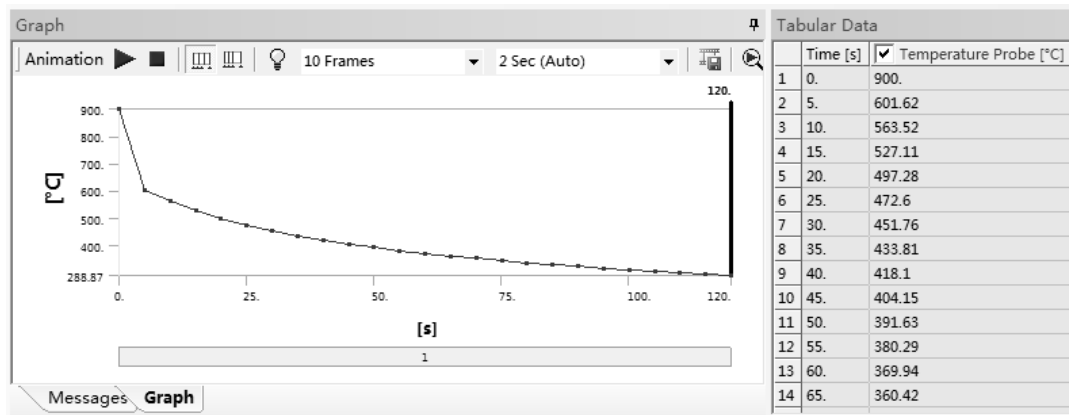

图 11-94 节点温度变化曲线
3) 在分析树中选择【Temperature Probe】节点，单击鼠标右键，在弹出的快捷菜单中选择【Evaluate All Results】命令，将显示出节点温度变化曲线，如图 11-94 所示。